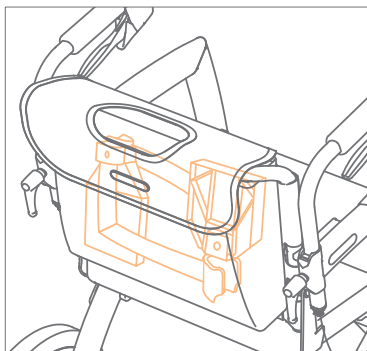

Figure 55: Rangement des repose-pieds en miroir.
- a. Retirez les repose-pieds. Faites glisser les repose-pieds vers le haut jusqu'à ce qu'ils soient libérés des supports de repose-pieds. Remettez-les dans le sac du kit fauteuil roulant Rollz, en miroir l'un par rapport à l'autre (**Figure 55**).